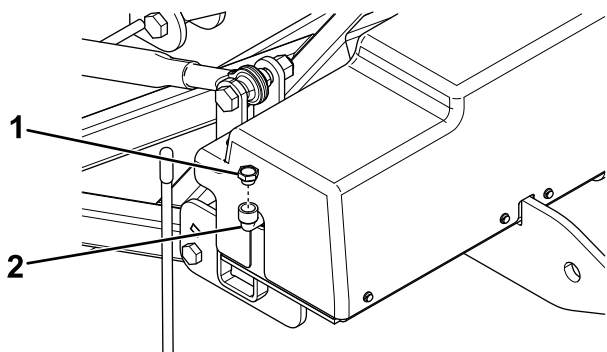

Bild 28
2. Reinigen Sie den Bereich um den Fülldeckel (Bild 28).
3. Nehmen Sie den Fülldeckel vom Hydraulikbehälter ab (Bild 28).
4. Füllen Sie den Behälter langsam bis zum Füllkrümmer mit Hochleistungshydrauliköl von BOSS (Bild 28).